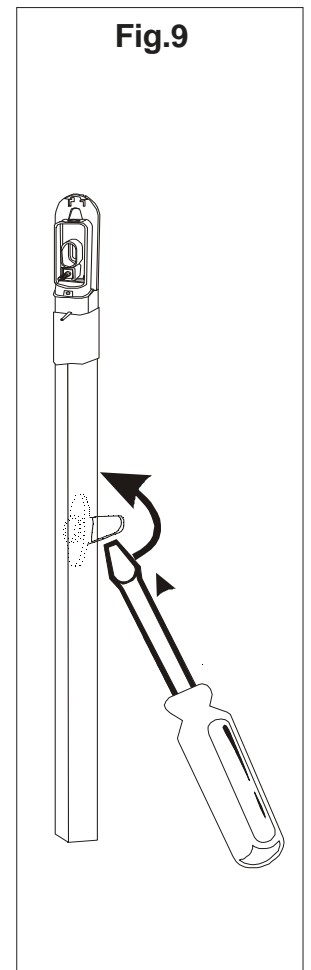

Fig.9
- Girar las aletas de las fijaciones intermedias empujándolas con un destornillador (fig.9).